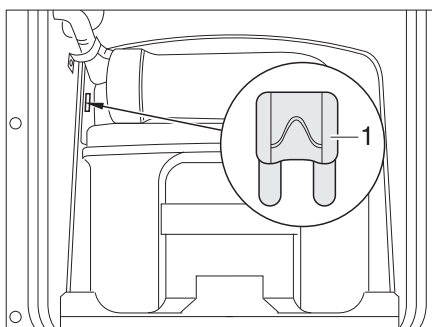
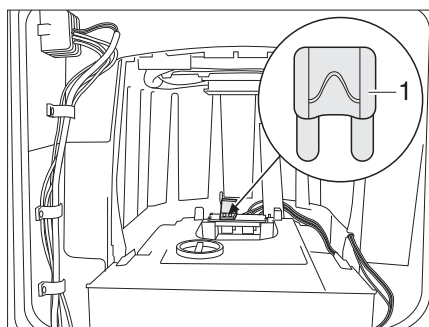

Fig. 316 Fusibile della toilette Thetford
Fig. 317 Fusibile della toilette Thetford (alternativa)
- Sostituire il fusibile (Fig. 316,1 o Fig. 317,1).